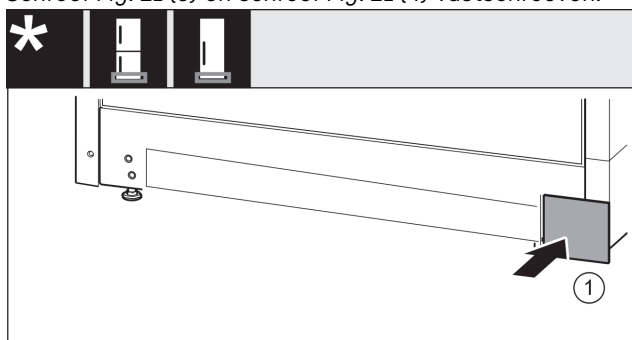

Fig. 22
- Afdekking Fig. 22 (1) van de andere zijde weer er in steken.